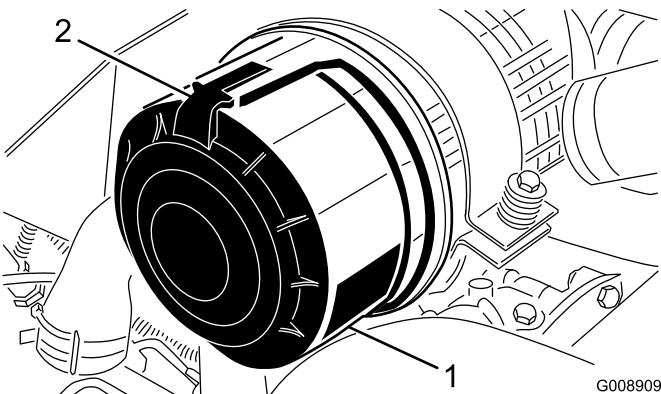

Figura 59
1. Rilasciate i fermi che fissano il coperchio del filtro dell'aria al relativo corpo (Figura 59).